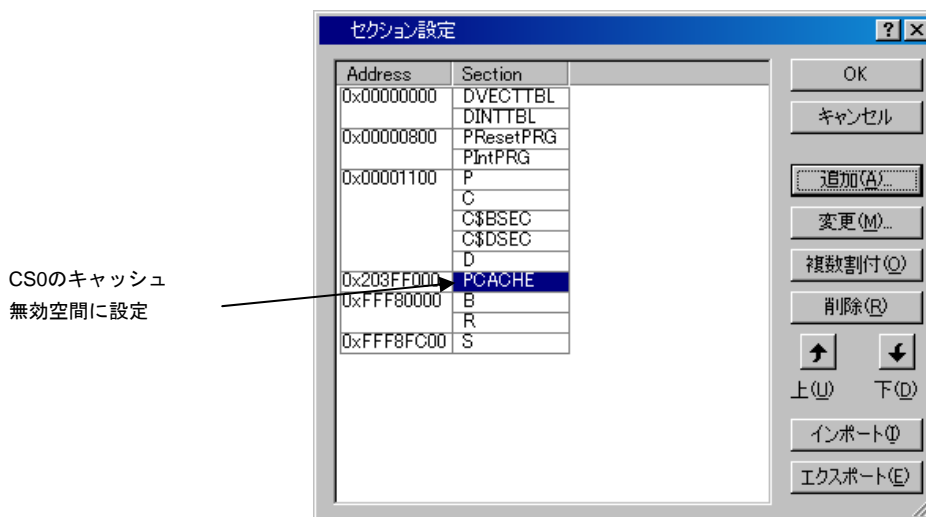

図5.3.16 セクション設定⑥
- (6) セクション名が追加され、[セクション]ダイアログボックスに戻ります。図 5.3.16に示すように設定ができていないか確認後、"OK"ボタンをクリックします。